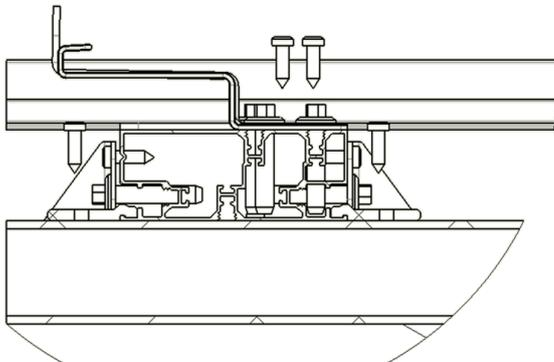

Abbildung 5 Befestigung und Verankerungstiefe
- Anmerkung: „**zwischen zwei Konterlatten**“ bedeutet, dass die Latte mindestens noch bis zur nächsten Konterlatte rechts und links der Montagestelle durchgehend- und vorschriftsgemäss daran befestigt sein muss. Siehe Abbildung 5.